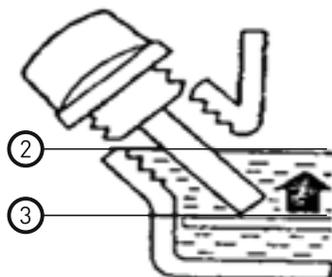

Рис.2
- Открутите крышку маслозаправочного отверстия и тщательно вытрите встроенный в нее щуп (см. рис.2).